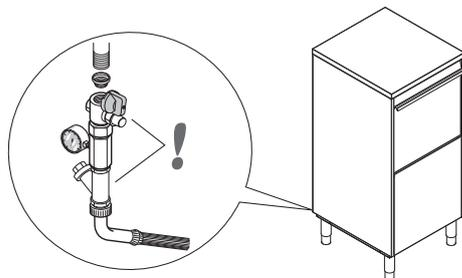

Figura 6
- Collegare il tubo alimentazione acqua "A" (Figura 4) dell'apparecchiatura alla rete idrica, interponendo un rubinetto, il filtro in dotazione ed un manometro (Figura 6).